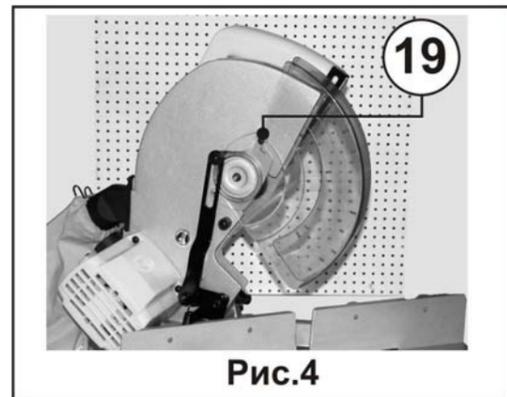
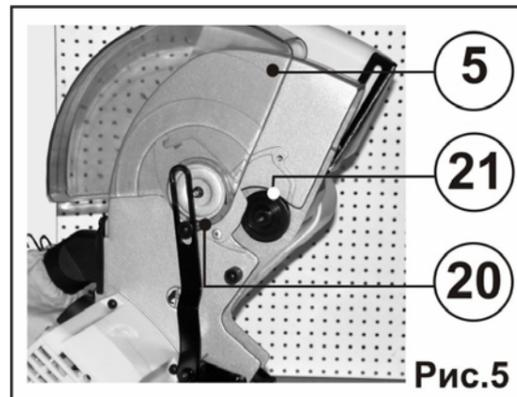

Рис.4
Рис.5
8.3.1. Извлеките винт (19), Рис. 4.
8.3.2. Отведите кожух шпинделя (20) и защитный кожух (5) назад, освободив доступ к шпинделю пилы (21), Рис. 5.
8.3.6. Поверните крышку шпинделя (20) и защитный кожух (5), Рис.5, вперед и установите винт (19), Рис.4, извлеченный на первом этапе, (п.8.3.1).